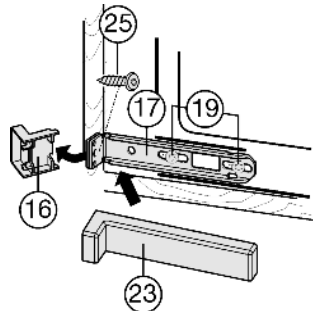

Fig. 20
- ▶ Schroeven Fig. 20 (19) iets losdraaien.
- ▶ Onderste bevestigingshoek Fig. 20 (17) met spaanderplaatschroef Fig. 20 (25) $\varnothing 4 \times 19$ aan de meubelwand vastdraaien.
- ▶ Het uitstekende uiteinde van de afdekking Fig. 20 (16) afbreken. Dit is niet meer nodig.
- ▶ Schroeven Fig. 20 (19) aandraaien.
- ▶ Afdekking Fig. 20 (23) op de onderste bevestigingshoek Fig. 20 (17) plaatsen.